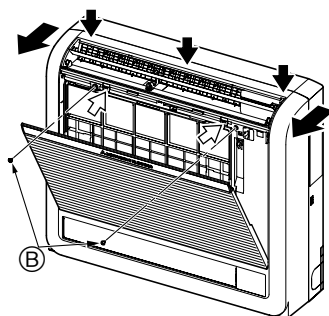
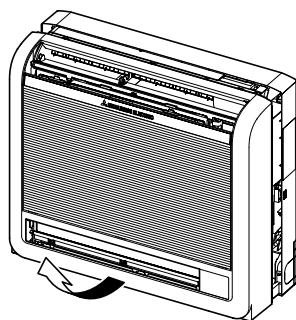

Fig. 3-3
Fig. 3-4
- ① Presione en las 2 posiciones indicadas por las flechas ➡ y abra la rejilla frontal. (Fig. 3-3)
- ② Abra la rejilla frontal y retire los dos tornillos.
- ③ Abra el deflector horizontal de la salida de aire superior, empuje la parte superior del panel frontal en las tres posiciones y tire del extremo superior de la rejilla para extraerla de la unidad interior.
- ④ Levante la rejilla exterior y extráigala. (Fig. 3-4)